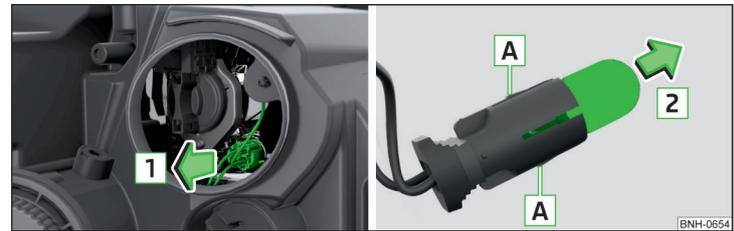

Abb. 193 Glühlampe für Standlicht wechseln
- Den Sockel mit der Glühlampe mit Wackelbewegungen in Pfeilrichtung **1** » Abb. 193 herausziehen.